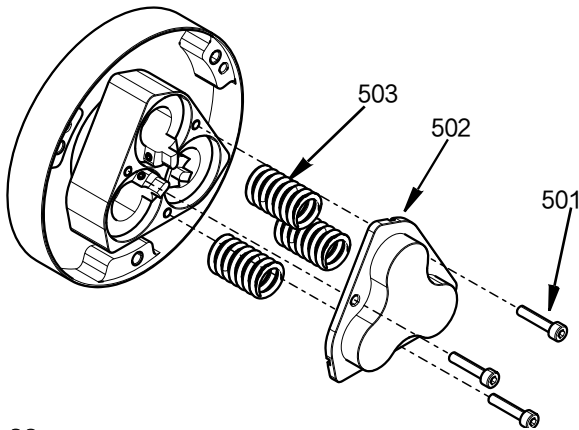

FIG. 32
13. 将弹簧 (503) 插入柱塞，将气缸盖 (502) 放在弹簧上，并用三个 M4 螺丝 (501) 固定到气缸外壳上。用 29.2 英寸-磅 (3.3 牛·米) 的扭力拧紧。参见 FIG. 32。